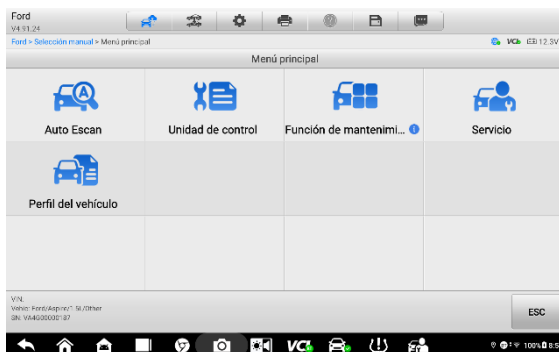

Figura 4-2 Pantalla de diagnóstico del vehículo
5. Pulsa **Aceptar** . El vehículo se identificará en unos segundos y, una vez confirmada la información, el sistema te guiará directamente a la pantalla de Diagnóstico del vehículo. (Ver Figura 4.2 -Pantalla de Diagnóstico del vehículo)
La pantalla de diagnóstico del vehículo (Figura 4.2 -Pantalla de diagnóstico del vehículo) tiene 2 secciones principales: